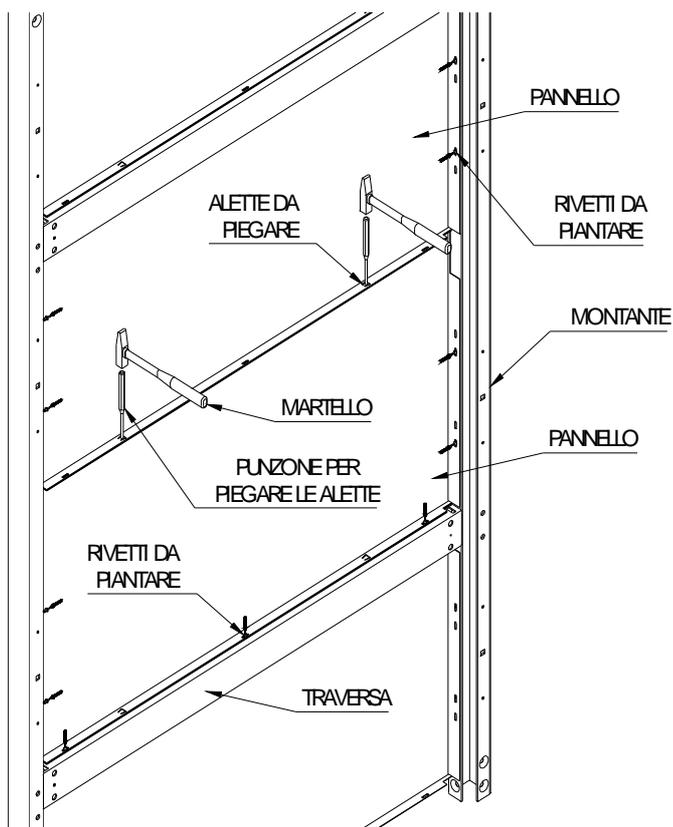

Fig. 12.1
- ✓ A montaggio terminato ogni finestratura dovrà avere i fissaggi come in Fig.12.1